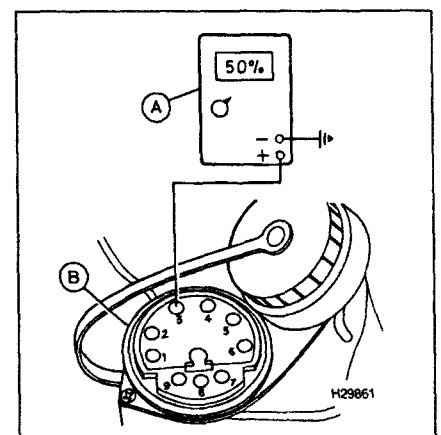

Рис. 22.6. Подключите цифровой мультиметр (А) к 9-штырьковому разъему (В) для считывания кода рабочего цикла
- 2 Подключите положительный провод цифрового мультиметра к клемме № 3 диагностического 9-штырькового разъема. Отрицательный провод мультиметра подключите к корпусу автомобиля. Включите мультиметр на измерение угла включенного состояния (см. рис. 22.6).
2 Подключите положительный провод мультиметра к клемме 3 9-штырькового диагностического разъема. Отрицательный провод мультиметра подключите к корпусу автомобиля. Перекройте мультиметр на измерение рабочего цикла (см. рис. 22.6).
2 Подключите положительный провод мультиметра к клемме №3 9-штырькового диагностического разъема. Отрицательный провод мультиметра подключите к корпусу автомобиля. Переключите мультиметр на измерение рабочего цикла (см. рис. 22.6).